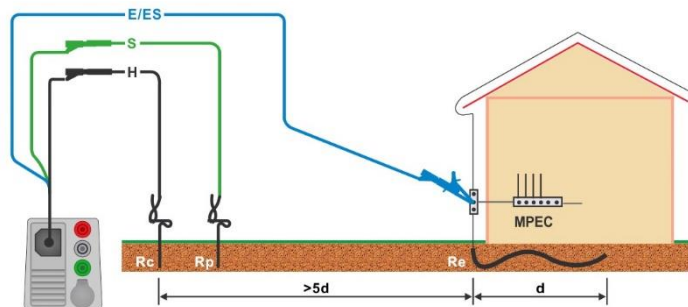
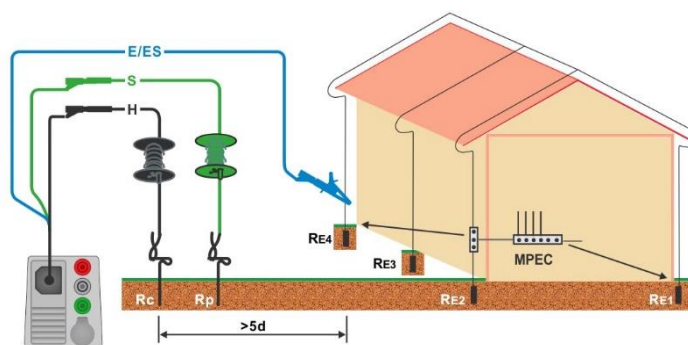

Abbildung 7.89: Erdungswiderstand, Messung der Haupterdung der Installation
Abbildung 7.90: Erdungswiderstand, Messung einer Blitzschutzanlage
- › Schließen Sie den 3-Leiter Prüfadapter am Prüfling an, siehe **Abbildung 7.89** und **Abbildung 7.90**.